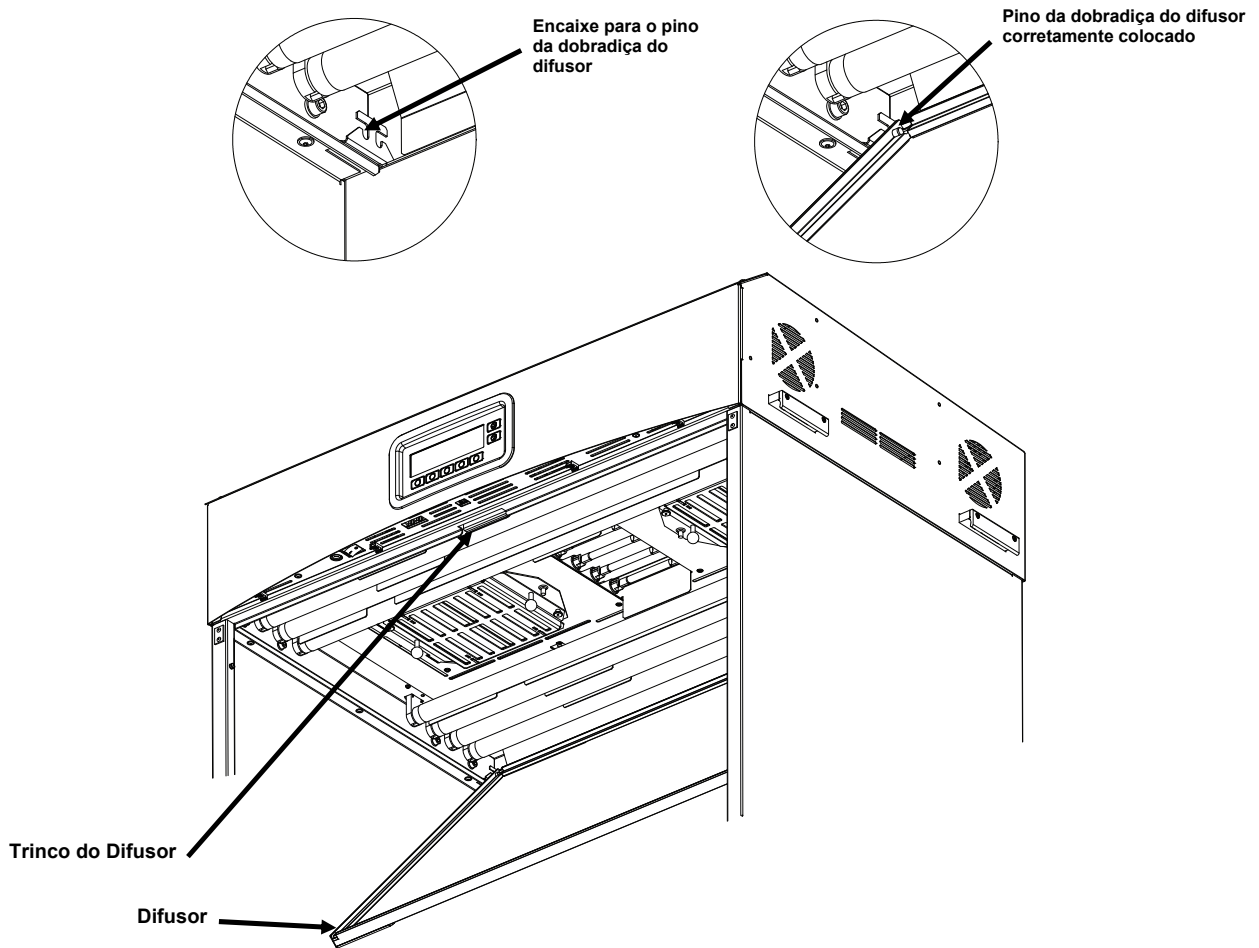

Figura 7. Luminária mostrando o difusor
9. Insira os pinos das dobradiças do difusor, situadas em cada um dos cantos da parte de trás, na fenda frontal dos encaixes localizados nos cantos traseiros da caixa da luminária. Consulte a Figura 7.